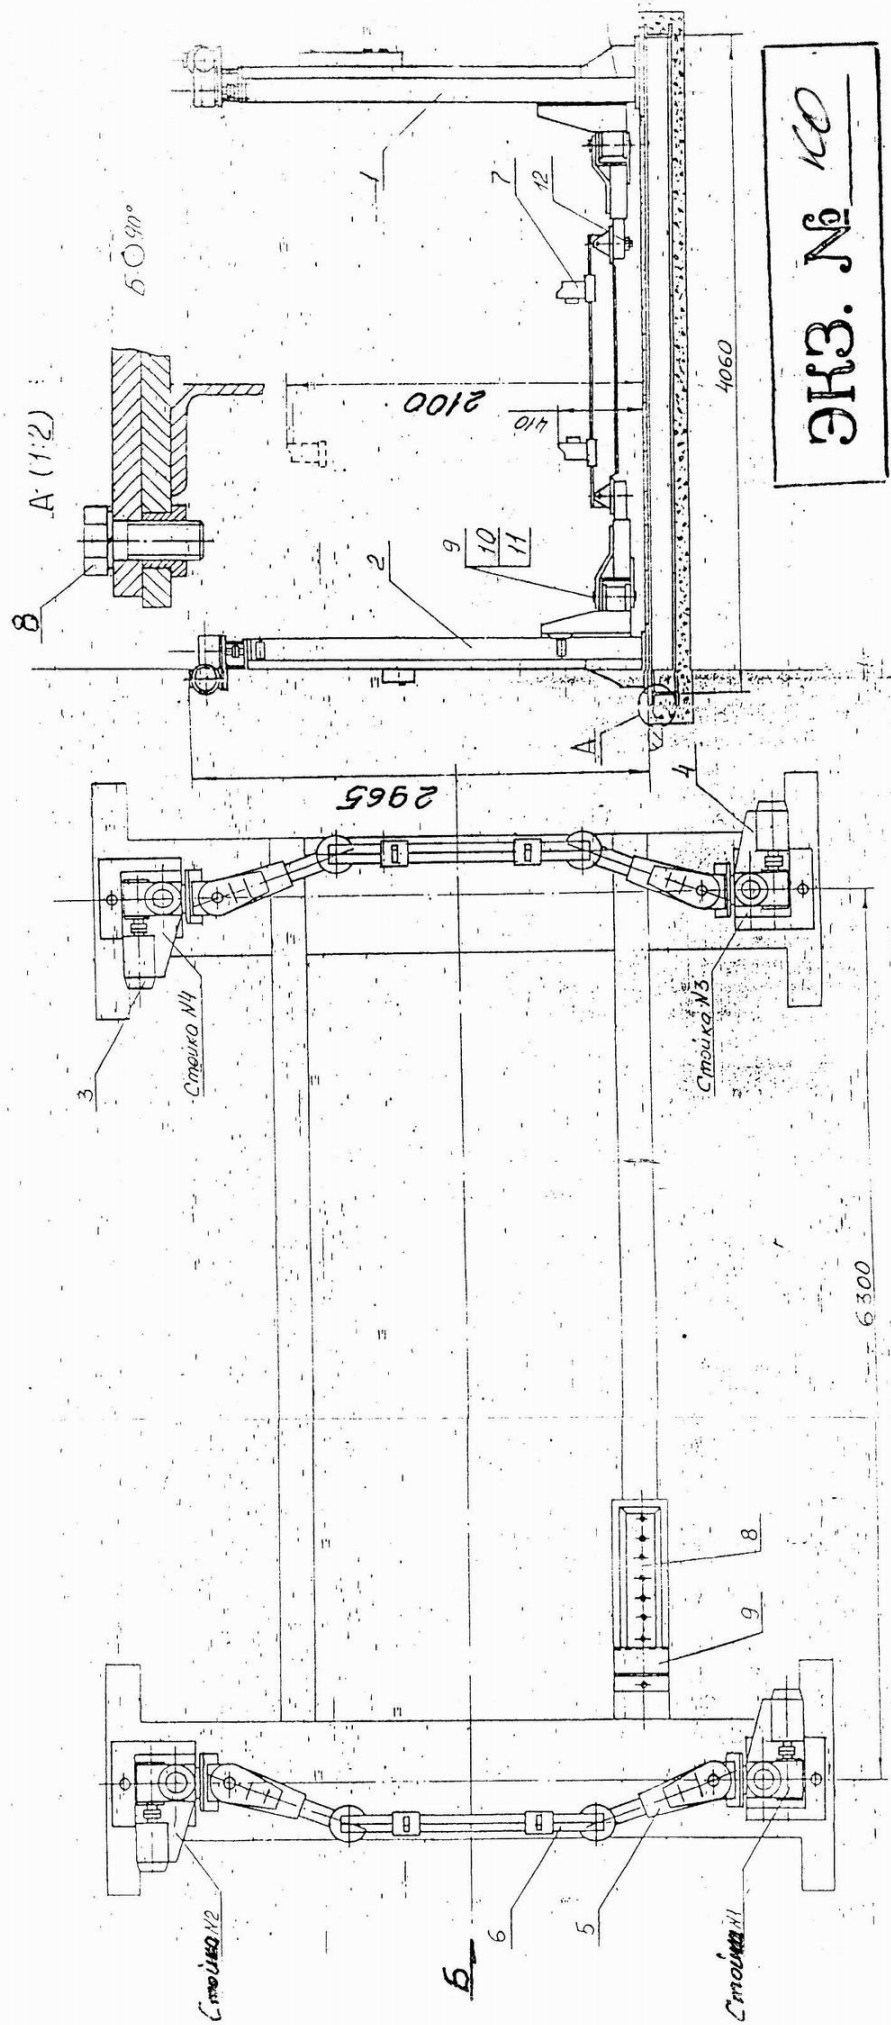

Рис. 1. Подъемник П. 16. Общий вид.
5.1. Подъемник состоит из четырёх стоек 1, 2, 3, 4, балок поворотных 5, балок поперечных 6 (рис.1). Стойки 1, 2, 3, 4 подъемника крепятся болтами к плитам, приваренным к основанию, забетонированному в полу.